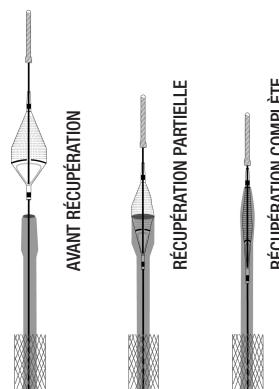

Figure 17.1 Figure 17.2 Figure 17.3
- Si une valve hémostatique rotative est utilisée, s'assurer que celle-ci est entièrement ouverte au cours du retrait de la section RX du cathéter de récupération. Voir les figures 17.1, 17.2 et 17.3.